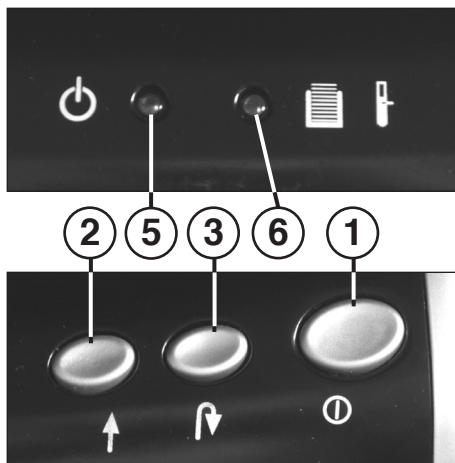

Fig. 1
- 1 = Pulsante „Pronto funzione“ (Fig. 1)**
- 2 = Tasto avanti (Fig. 1)**
- 3 = Tasto indietro (Fig. 1)**
- 5 = Led di controllo „Pronto funzione“ (Fig. 1)**
- 6 = Led di controllo (rosso / giallo) (Fig. 1)**
Se il contenitore di raccolta è pieno di carta, la macchina si spegne. Viene emesso un segnale acustico. Il LED di controllo (6) (Fig. 1) si accende (rosso).
- Estrarre il contenitore di raccolta (9) con il vassoio (10) dall'alloggiamento inferiore.
- Il segnale acustico viene disattivato. Il LED di controllo (6) (Fig. 1) si spegne.
Aver cura di disinnestare l'apparecchiatura di notte (premere l'apposito pulsante (1) (Fig. 1)).
Sollecitando il motore oltre i limiti avviene il blocco. Il LED di controllo (6) (Fig. 1) si accende (giallo). Disinserire la macchina tramite il pulsante (1) (Fig. 1).